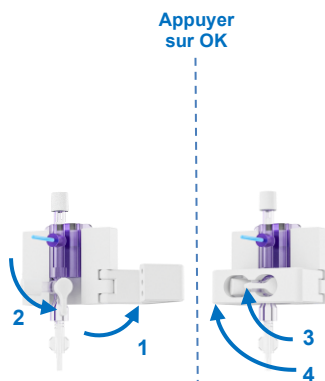

Figure 24 Mise à zéro du capteur de pression
- Ouvrez l'étrier du support du capteur de pression pour accéder à la vanne du capteur de pression (Figure 24 ; étape 1). Comme indiqué sur l'écran, tournez la vanne du capteur de pression vers le bas pour ouvrir le capteur afin de mesurer la pression atmosphérique (étape 2).
- Remettez la vanne du capteur de pression en position horizontale (voir Figure 24 ; étape 3) et fermez l'étrier du support du capteur de pression pour éviter toute ouverture involontaire de la vanne (étape 4). Appuyez sur OK sur l'unité de pompe pour continuer.
- Si le Kidney Assist n'est pas en mesure de déterminer si le capteur de pression est correctement connecté au circuit de perfusion, vérifiez si la vanne du capteur de pression est bien en position horizontale (voir Figure 24, étape 3). Appuyez sur OK si la vanne du capteur de pression est en position horizontale.